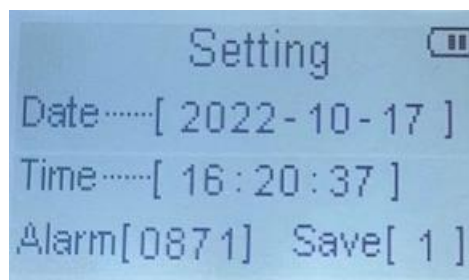

图 9 设置页面
- ✚ 仪器开机后，按 “↑” 键或按 “↓” 键都可以查看到设置界面，如图 9 所示：